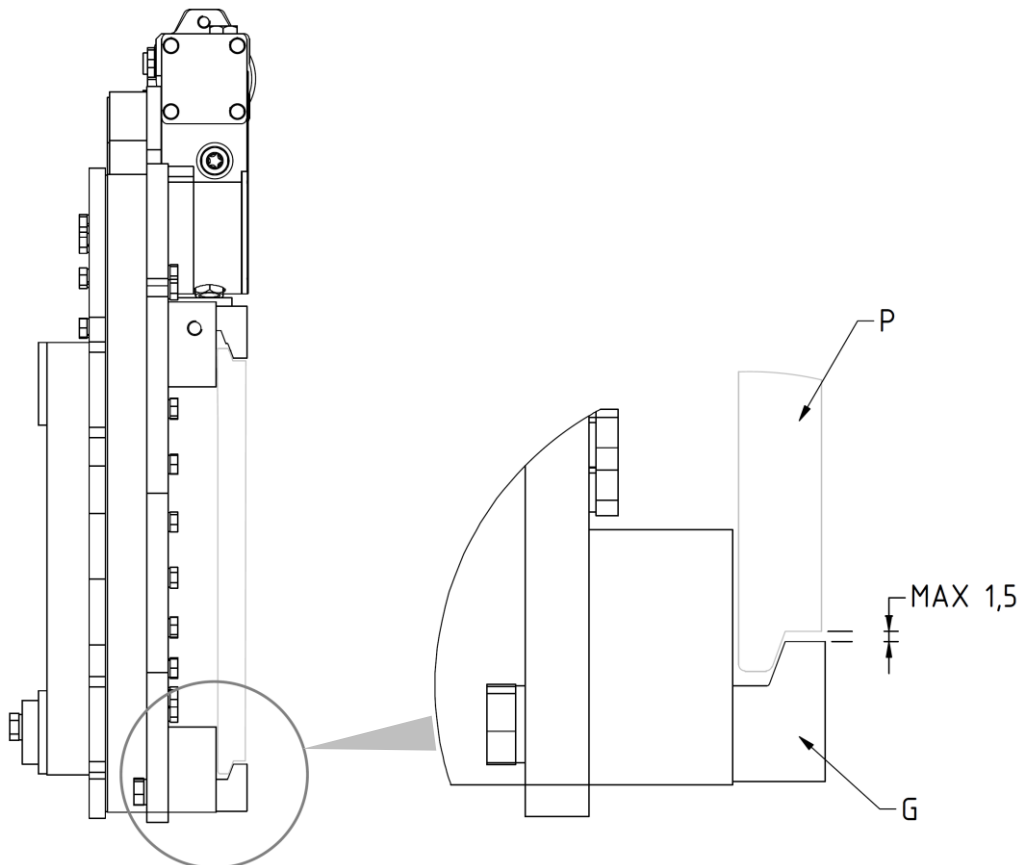

Abbildung 6
7. Schrauben Sie die 2 unteren Haken G so an, dass ihr Körper auch unterhalb der Trägerplatte der Gabel P eingehängt bleibt (mit einem Spiel von max. 1,5 mm, siehe Detail *Abbildung 6*) und ziehen Sie sie mit dem in der *Tabelle 3* genannten Anzugsmoment an.